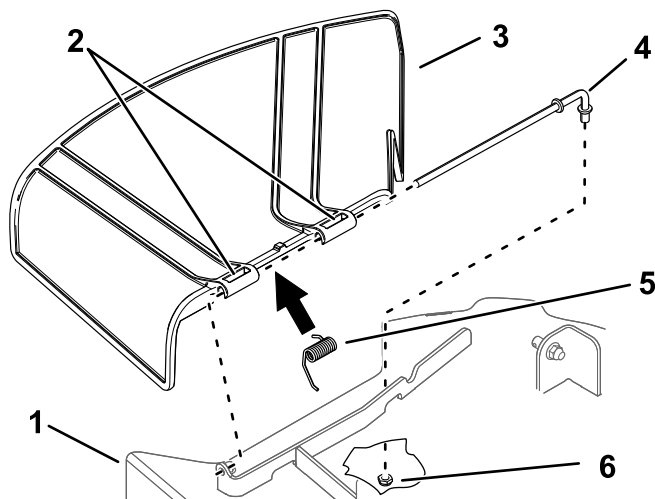

Figura 78
1. Îndepărtați piulița ($\frac{3}{8}$ ") de la tija de sub mâna de tuns iarba (Figura 78).
2. Glisai tija în afara suportului punii, arcului și a deflectorului pentru iarba (Figura 78).
4. Montezi deflectorul pentru iarba nou (Figura 78).
7. Glisai tija prin cel de-al doilea pivot al deflectorului pentru iarba (Figura 78).
9. Fixezi capătul din spate al tijei la mâna de tuns iarba cu o piuliță ($\frac{3}{8}$ ") aa cum se arată în Figura 78.